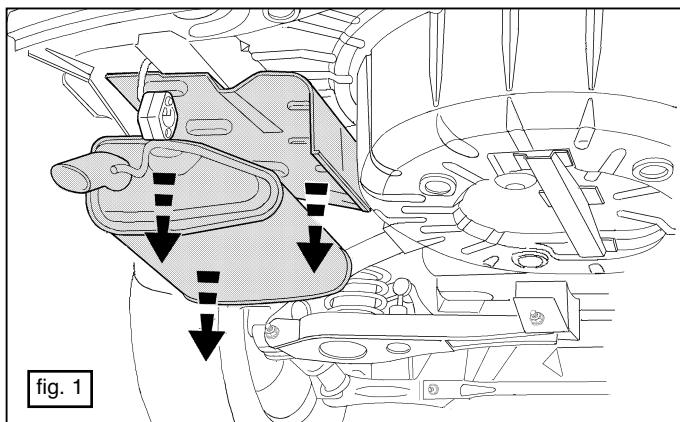
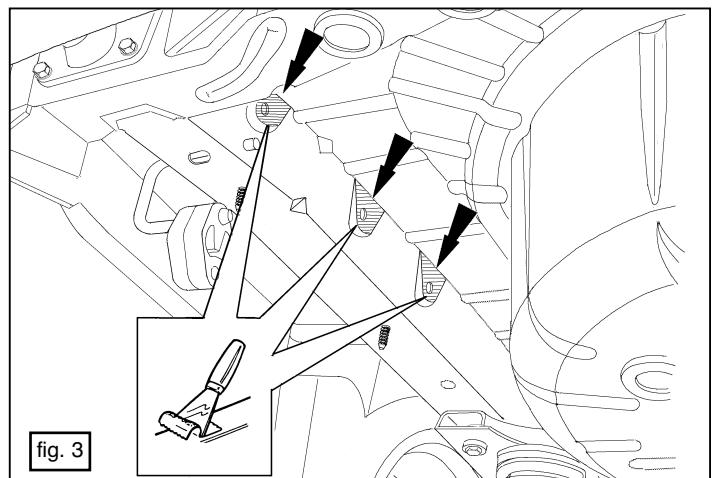
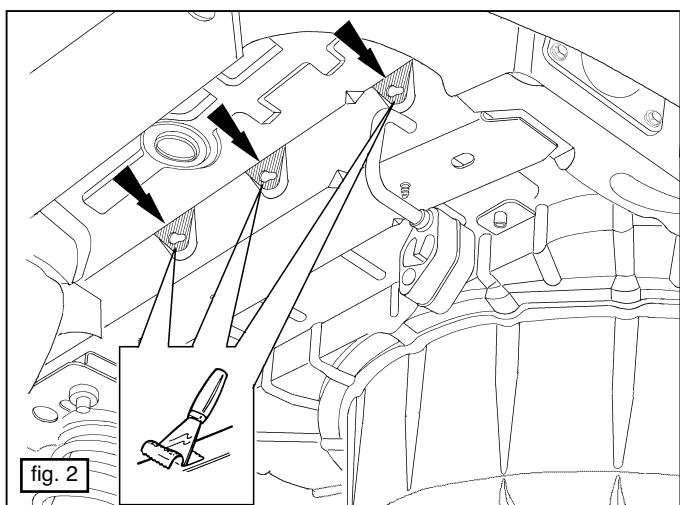

fig. 1
fig. 3
fig. 2
1. Demonteer de bumper. Neem overeenkomstig fig.1 de uitlaat uit de laatste ophanging. Ophangrubber aan het voertuig laten. Verwijder het hitteschild. Verwijder overeenkomstig fig.2 en fig.3 t.p.v. de contactvlakken de materialen voor geluiddemping, bodemafdichting en anti-corrosie wax.
1. Remove lower bumper fixings. Temporarily lower the exhaust and remove the heat shield for access. Remove the exhaust from the last suspension point as indicated in fig.1. Do not remove the suspension rubber. Remove the heat shield. As indicated in fig.2 and fig.3, remove the material for silencing, sealing and anti-corrosive wax from the contact points.
che contournement à la fig. 1. Laisser l'attache en caoutchouc sur le véhicule. Déposer le bouclier thermique. Retirer sur les surfaces de contact les matériaux d'amortissement sonore, le colmatage du fond et la gire antirouille, conformément aux fig. 2 et 3.
1. Die Störbelastung abmontieren. Gemäß Abb. 1 den Auspuff aus der letz- ten Auflösung nehmen. Das Aufhängungsgefül am Fahrzeug lassen.
1. Demontera stötfångaren. Tag ut avgasröret ur det sista fästet enligt fig.1. Låt gummihållaren sitta kvar på fordonet. Avlägsna värmeskölden. Avlägsna enligt fig.2 och fig.3 materialen för ljuddämpning, golvtätning
1. Demontér kofangeren. Tag udstødningen ud af den sidste ophængning, se fig.1. Lad ophængningsgummiet blive på køretøjet. Tag isoleringsp-
1. Smontare il paraurti. Estrarre il tubo di scarico dall'ultimo fermo, come indicato in fig. 1, lasciando il gommino attaccato al veicolo. Rimuovere lo scudo termico. Rimuovere i materiali insonorizzanti, anticorrosione e sigillanti a livello delle superfici di contatto, come indicato in fig. 2 en fig. 3.